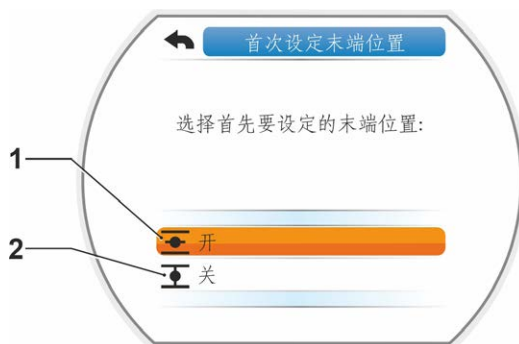

图5：选择首先要设定的末端位置
此时显示画面将会切换到一个“选择首先要设定的末端位置”的询问界面（如图5所示）。可以根据实际需要自由选择首先要设定的末端位置，下文中将先设定开末端位置为例。如需先设定关末端位置，也是同样的操作步骤。
11. 选择第一个要设定的末端位置（本文中以开末端位置为例，如图5中1所示）并确认。